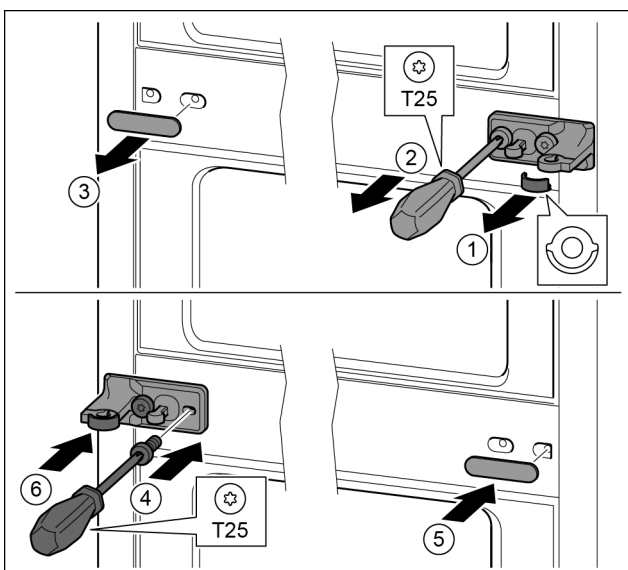

Fig. 27
- ▶ Scheibe abziehen. Fig. 27 (1)
- ▶ Schrauben mit Schraubendreher T25 herausdrehen. Fig. 27 (2)
- ▶ Abdeckung vorsichtig abziehen. Fig. 27 (3)
- ▶ Lagerbock mit Folie um 180° gedreht auf der anderen Seite fest anschrauben. Fig. 27 (4)
- ▶ Abdeckung um 180° gedreht auf der anderen Seite anbringen. Fig. 27 (5)
- ▶ Scheibe von vorn aufschieben. Fig. 27 (6)